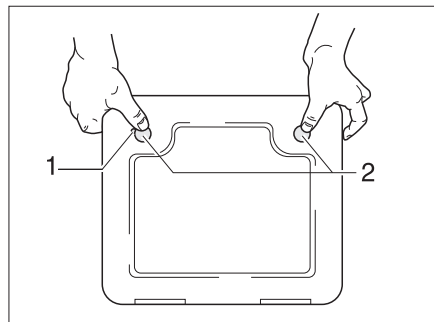

Bild 153 Klappe für die Toiletten-Kassette
- Die Klappe für die Kassette außen am Fahrzeug öffnen. Dazu den Schlüssel in den Schließzylinder des Druckschlösses (Bild 153,1) stecken und eine viertel Umdrehung drehen.
- Beide Druckschlösser (Bild 153,2) gleichzeitig mit dem Daumen drücken und die Klappe für die Kassette öffnen.